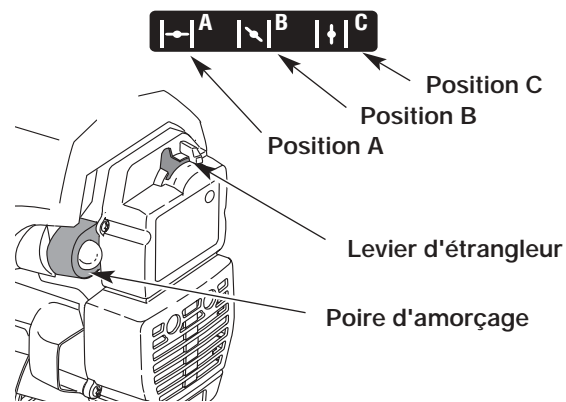

Fig. 11
- Pressez et relâchez la poire d'amorçage à 10 reprises, lentement. Une certaine quantité de **carburant devrait être visible dans la poire d'amorçage** et les conduites de carburant (Fig. 11). Si vous n'apercevez pas de carburant dans la poire, pressez et relâchez la poire autant de fois que nécessaire jusqu'à ce que vous aperceviez du carburant dans cette dernière.
- Mettez le levier d'étrangleur en Position **A** (Fig. 11).